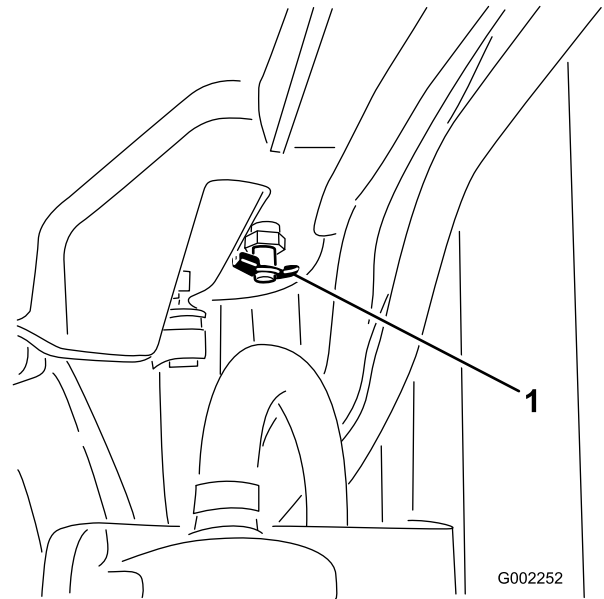

Figura 91
- Abra la válvula de vaciado y deje que el refrigerante se drene en el recipiente (Figura 91).
- Cierre la válvula de vaciado (Figura 91).